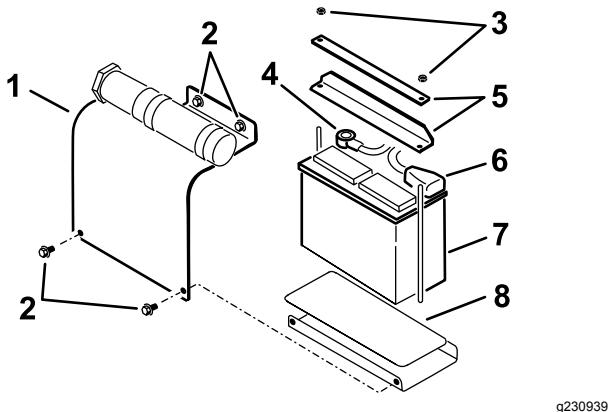

Bild 4
1. Entfernen Sie die vier Schrauben, mit denen die Batterieabdeckung befestigt ist und entfernen die Abdeckung (Bild 4).
2. Entfernen Sie die Muttern und Leisten, mit denen die Batterie befestigt ist (Bild 4).
8. Schließen Sie das Minuskabel (schwarz) am Minuspol (-) an (Bild 4).
9. Befestigen Sie die Batterieabdeckung mit den vier vorher entfernten Schrauben (Bild 4).